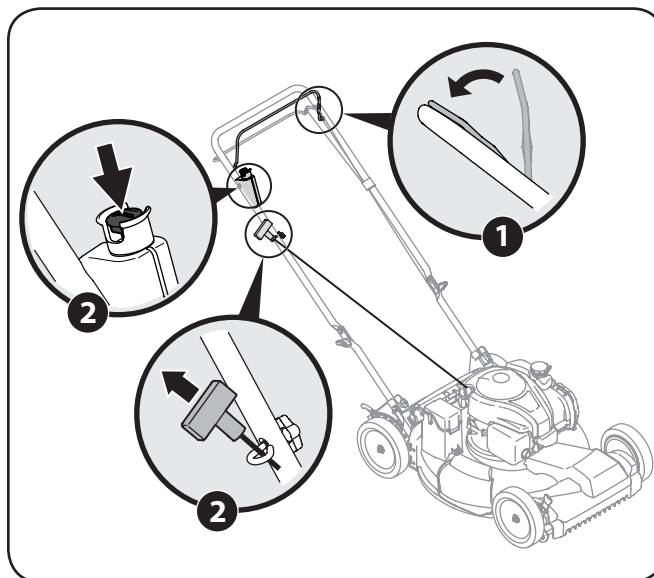

Figura 5-1
2. **Arrancador de retroceso:** Sostenga firmemente las dos manijas juntas, tome la manija del arrancador de retroceso y tire de la cuerda para sacarla con un movimiento rápido y continuo. Vea Figura 5-1. Mantenga firme la manija del arrancador, deje que la cuerda regrese lentamente al arrancador. Repita hasta que el motor esté en marcha. Deje que la cuerda se enrosque lentamente de regreso.
Arrancador eléctrico: Inserte la llave de empuje de plástico unido al botón de arranque hasta que encaje pulg. Presione el botón del motor de arranque para arrancar el motor. Vea Figura 5-1.